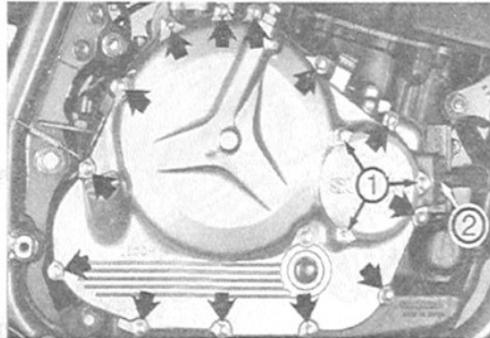

Bild 100
- Ölleitungsanschluss abnehmen (Bild 100).
- Gehäusedeckelschrauben SW 8 schrittweise über Kreuz ausdrehen (Bild 100). Deckel abnehmen. Falls schwergängig, vorsichtig Gummihammer zu Hilfe nehmen. Auf Verbleib der zwei Passhülsen achten.